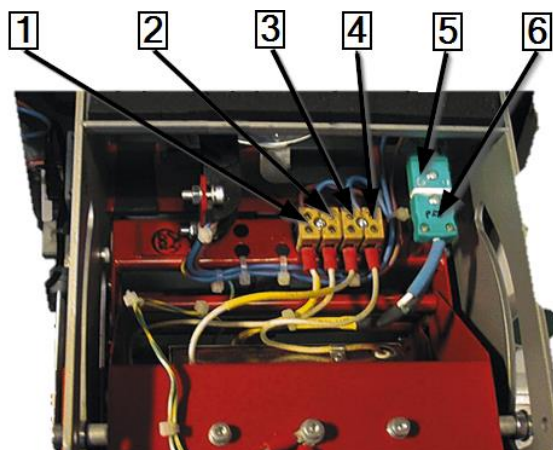

Abb. 62 : Připojky elektrické a tepelné energie
- Odeberte 2 upevňovací šrouby dolního topného článku (2).
- Připojte všechny přívody elektrické a tepelné energie pro horní a dolní topný článek. Viz Abb. 62 : Přípojky elektrické a tepelné energie, strana 96.